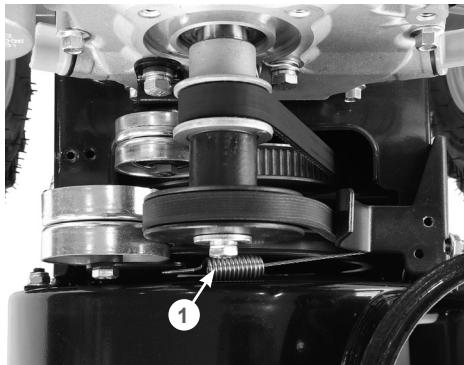

Рис. 5 Регулировка троса включения шнеков
- нажмите рычаг включения шнеков. При полностью нажатом рычаге включения шнеков пружина 1 должна быть растянута на 0,5 - 1 см (Рис. 5);